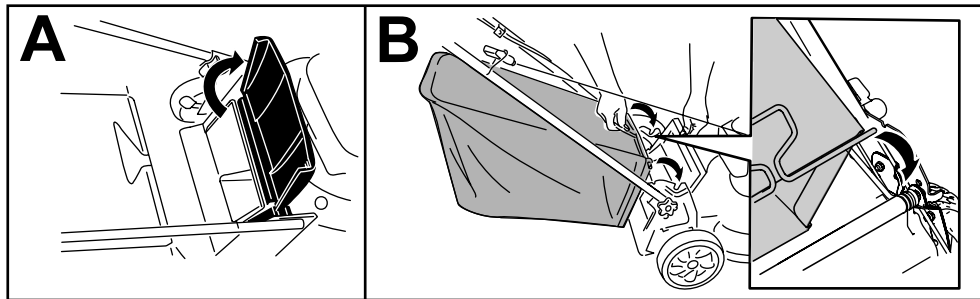

Figura 18
1. Levante y sujete el deflector trasero (Figura 18, A).
2. Instale la bolsa de recogida, asegurándose de que los pasadores de la bolsa descansan en las muescas del manillar (Figura 18, B).